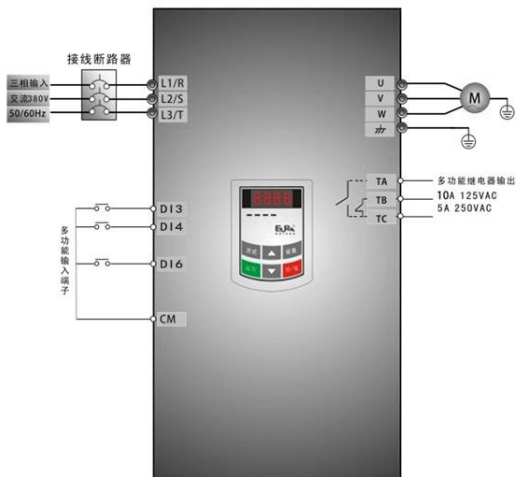

图 4-2 接线图 2
- (1) 按图 4-2 配线，检查接线正确后，合上空气开关，变频器上电；